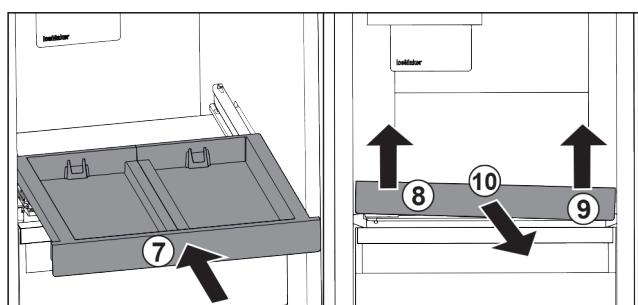

Fig. 31
- Вставити витяжну панель. Fig. 31 (7)
- Підняти витяжну панель спереду ліворуч. Fig. 31 (8)
- Підняти витяжну панель спереду праворуч. Fig. 31 (9)
- Витяжну панель витягнути вперед. Fig. 31 (10)